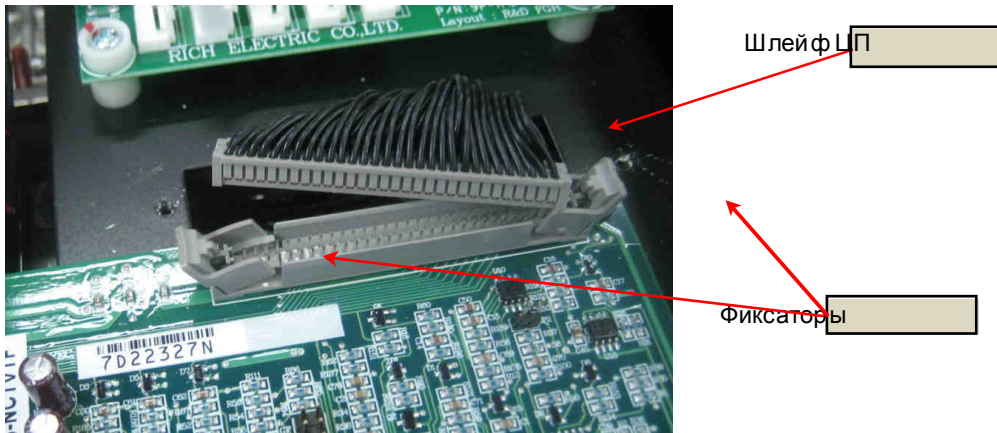

Рис. 6.4.
6.4.1. Отжать в стороны фиксаторы разъема на плате ЦП, отсоединить разъем шлейфа ЦП (рис. 6.4).